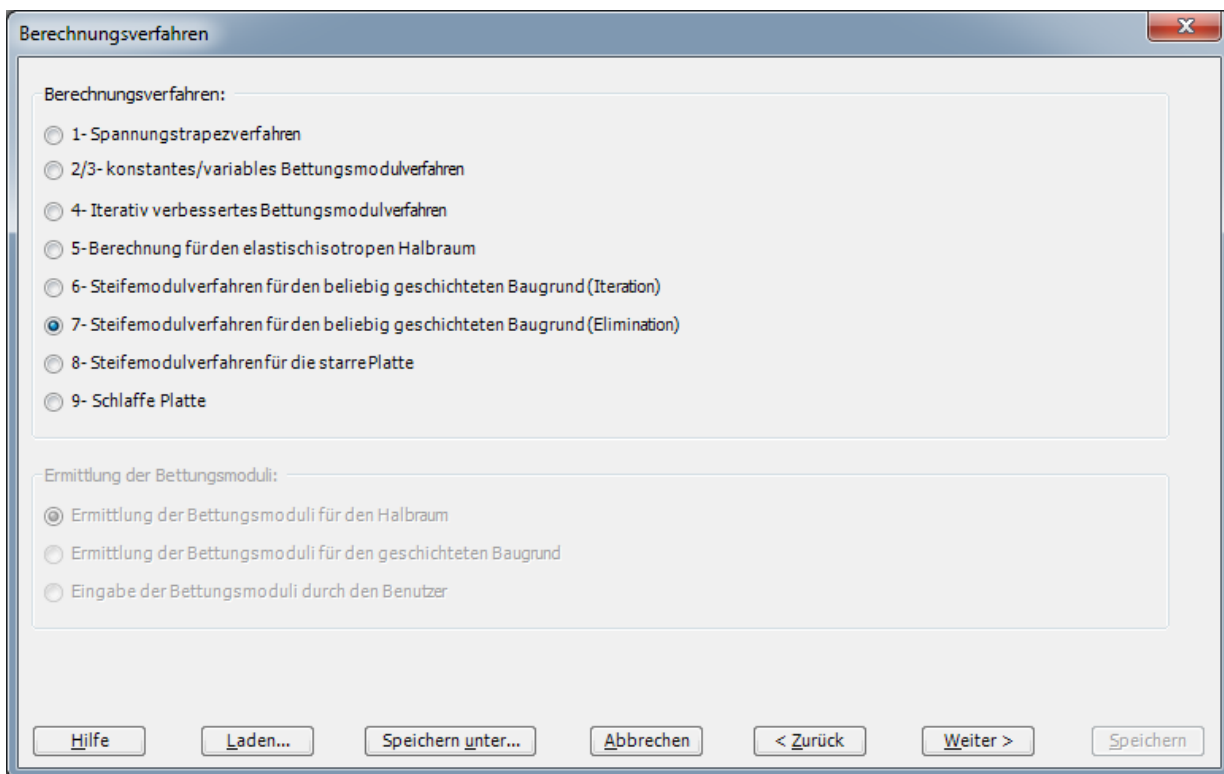

Bild 9.3 Menü "Berechnungsverfahren"
Nach Klicken von "Weiter" erscheint das Menü "Berechnungsverfahren" (Bild 9.3).
- Wählen Sie das Berechnungsverfahren "7-Steifemodulverfahren für den beliebig geschichteten Baugrund (Elimination)", wie in Bild 9.3 gezeigt